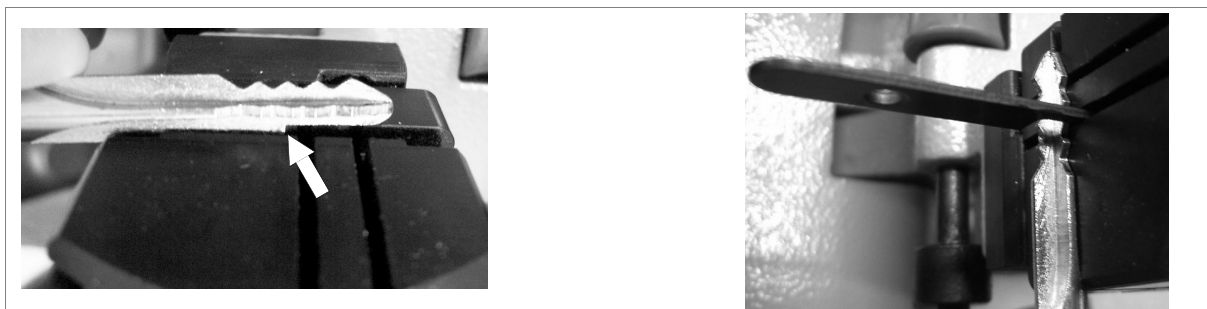
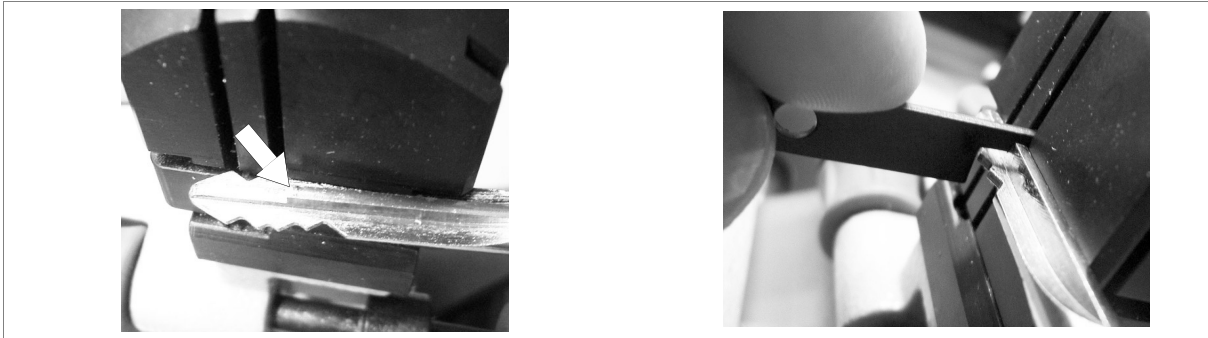
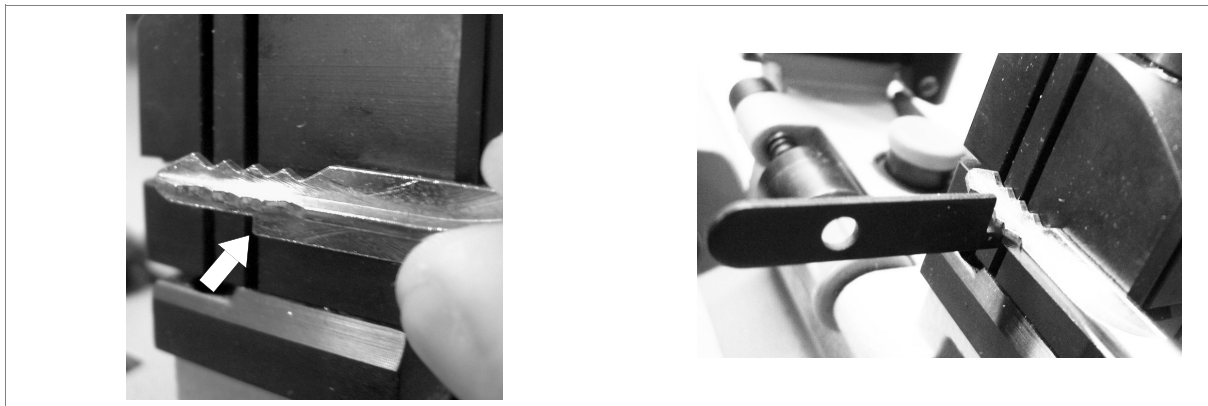

Fig. 21 - met sleutelaanslag gericht NAAR DE BINNENKANT van de spanbek
Fig. 22 - met sleutelaanslag gericht NAAR BOVEN
Fig. 23 - Sleutelaanslag gericht NAAR ONDER
- Plaats het plaatje met gleuf in de spleet van de spanbek met de sleutelaanslag als volgt gericht (zie fig.21 fig.22 en fig.23).
- 3) Draai de draaiknop (F) vast om de sleutel vast te klemmen.